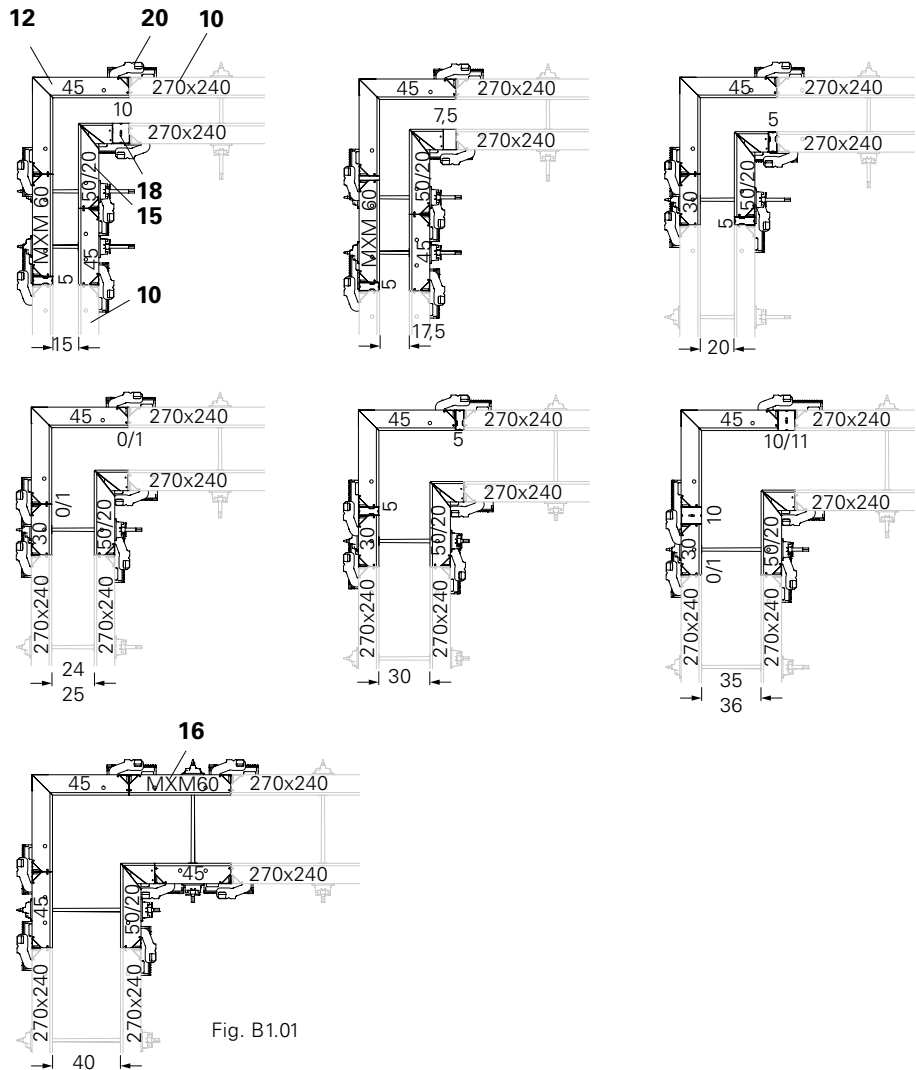

Fig. B.1.01
- spes. = 30 + 35 cm: comp. esterne (Fig. B.1.01)
- Elem. di lung. max=MX45 (17a) adiacente ai 2 angoli (Esempio: Fig. B.1.01.a)